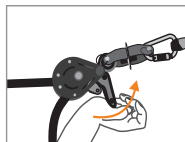

Fig. 5
Montera ned livlinan genom att dra i kamspaken (4) (**Bild 5**). Lossa hela anordningen och packa ned den i dess ursprungliga väska. Låt inte livlinan sitta kvar efter en arbetsinsats. Den får monteras för högst en dags arbete.